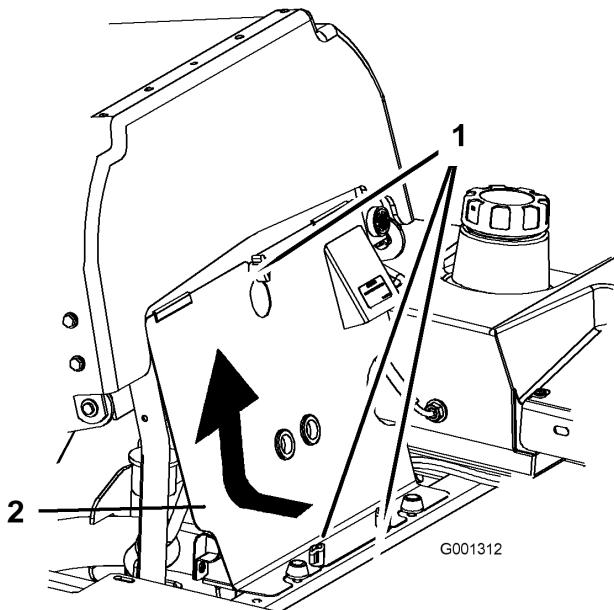

Figura 36
1. Incline el asiento hacia adelante y retire el panel delantero del motor (Figura 36).